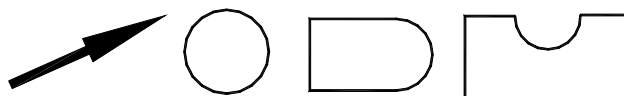

Рис. 7
*Упражнение:* Нарисовать элементы как единые полилинии (рис. 7).